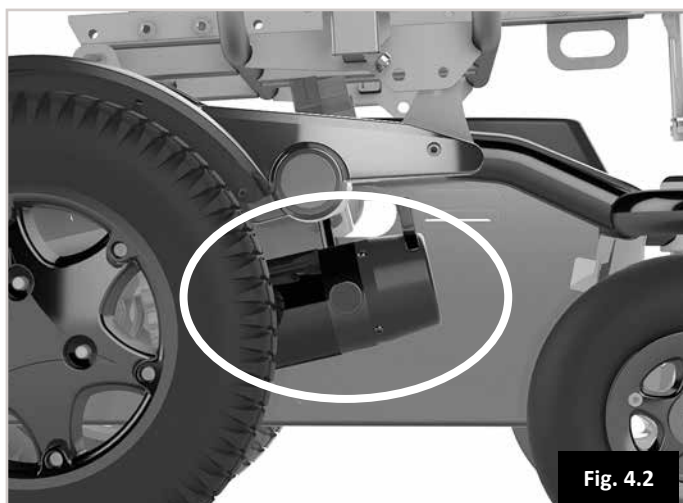

Fig. 4.2
4.7 Dispositivo de desembrague (Fig. 4.2):